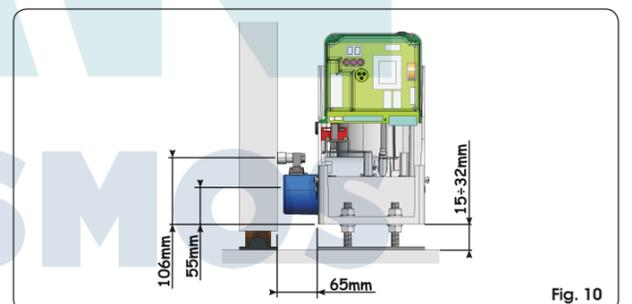

Fig. 10
5. Regule la altura de las patas y la distancia de la cancela tomando como referencia la Fig. 10.